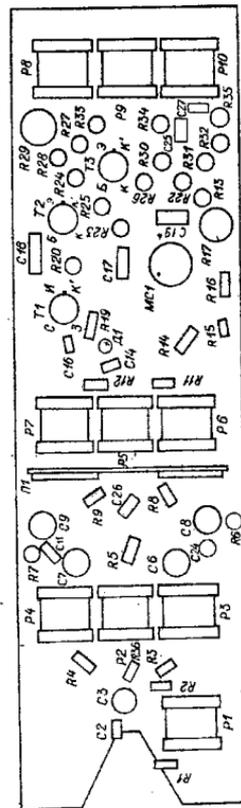

Рис. 13
- Рис.13, 14. Агенератор. Схема расположения ЭРЭ.